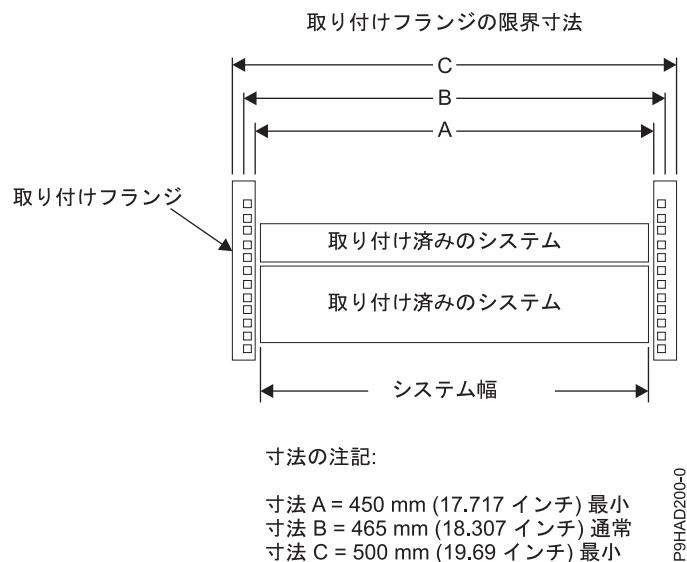

図 38. 取り付けフランジの限界寸法
- 寸法 C の場合、前面のラック開口部の幅 (標準取り付けフランジの外側から外側の幅) は 535 mm (21.06 インチ) であることが必要です (図 38 を参照)。寸法 C の場合、背面のラック開口部の幅 (標準取り付けフランジの外側から外側の幅) は 500 mm (19.69 インチ) であることが必要です。